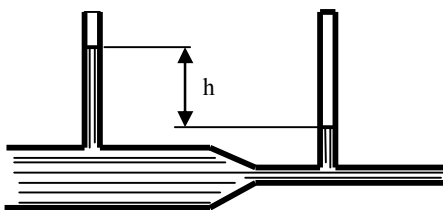

Рис. 17
37. На рис. 17 представлена схема водомера. По горизонтальной трубе переменного сечения протекает вода. Сечение горизонтальной трубы у основания трубок равно S_1 и S_2 . Определите расход воды по разности уровней воды h в манометрических трубках. Вязкостью воды пренебрегите.